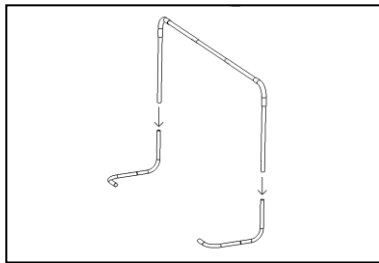

Abbildung 5
- c. Während die STÜTZROHRE nach oben gerichtet sind, schieben Sie die offenen Enden der L-ROHRE über die STÜTZROHRE (siehe Abbildung 5). Verwenden Sie noch keine Schrauben.